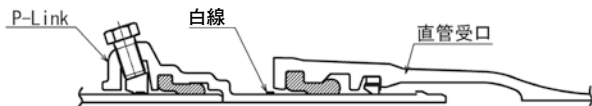

図63 直管受口との接合
- (1) 「管の清掃」から「挿し口の挿入」までは直管の接合要領と同じである。ただし、挿入量はP-Link外面に表示してある白線の幅の中に直管受口端面を合わせる(図63参照)。なお、ライナを装着した直管受口への接合はⅣ 2.「直管受口にライナを使用する場合」(P33～38)を参照すること。また、その管理方法は、異形管挿し口を接合する場合と同じとする(P39(2)及び図46参照)。
- (2) 「ゴム輪の位置確認」から「チェックシートの記入」は直管の接合要領と同じである。